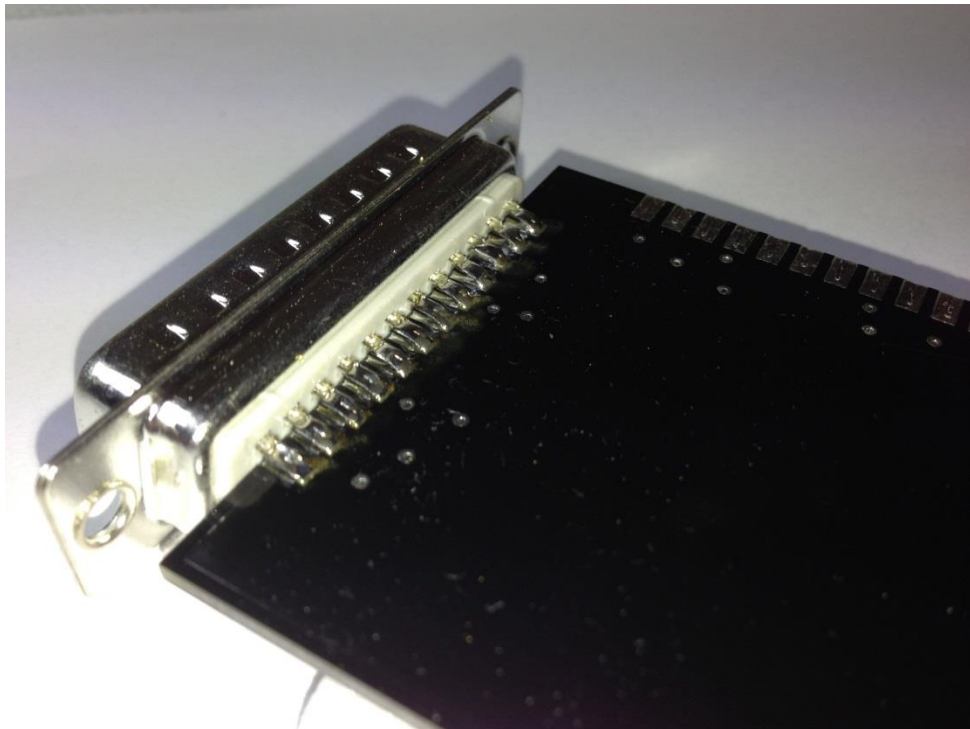

Bild 7
2.3.3. Fertig. Bitte darauf achten, das wirklich alle Lötkelche mit den Pads sauber verlötet sind und Kontakt haben (Bild 7).